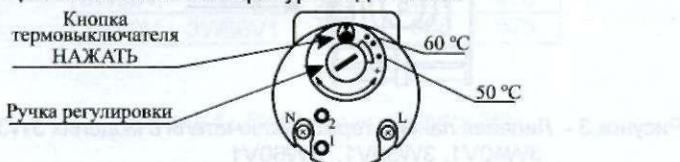

Рисунок 1 - Лицевая панель терморегулятора со встроенным термовыключателем без самовозврата для моделей 3W30V, 3W40V, 3W50V, 3W60V.
- в ЭВН моделей 3W30V, 3W40V, 3W50V, 3W60V отключить ЭВН от электросети, снять защитную пластмассовую крышку и повернуть ручку регулировки (поворотом против часовой стрелки температуру увеличивают, по часовой стрелке - уменьшают, см. рисунок 1);